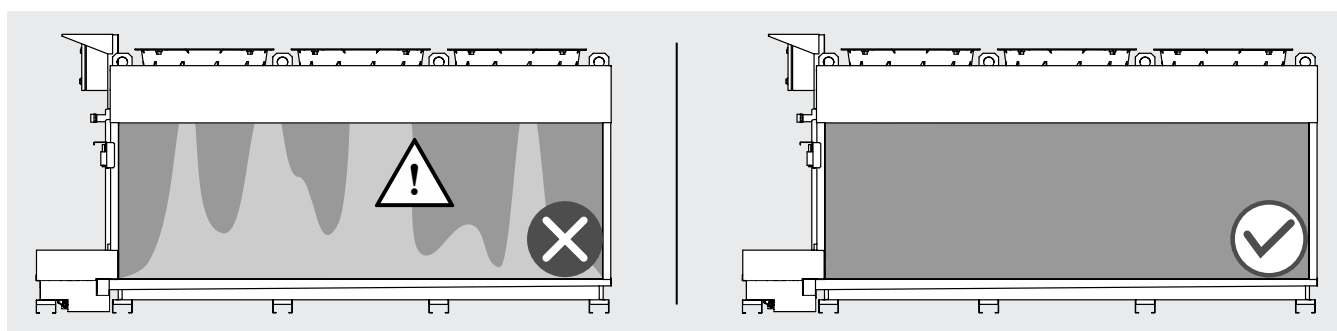

Figure 16
- 11.8 Lorsque le système adiabatique est en fonctionnement, vérifier la bonne répartition de l'eau sur les panneaux: une coloration uniforme plus foncée sur au moins 90 % de la surface des panneaux est acceptable. Se référer au point 12.28. Voir la Figure 16.
- 12.10.1 Effectuer une inspection visuelle du système de distribution d'eau adiabatique sur les panneaux. Une distribution inégale de l'eau sur le panneau extérieur (coloration inégale du panneau, voir Figure 16) peut être attribuée à l'obstruction d'une ou de plusieurs buses à raccord rapide. Un écoulement anormal de l'eau pendant le fonctionnement du système adiabatique peut être attribué à une ou plusieurs buses endommagées. Le cas échéant, remplacez-les comme suit.